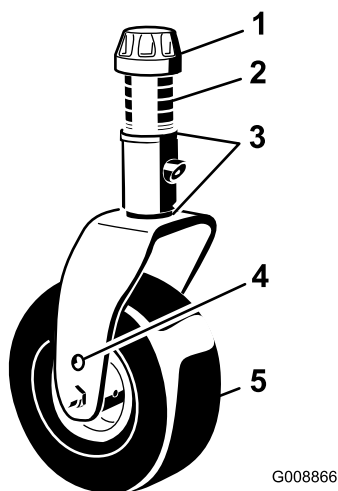
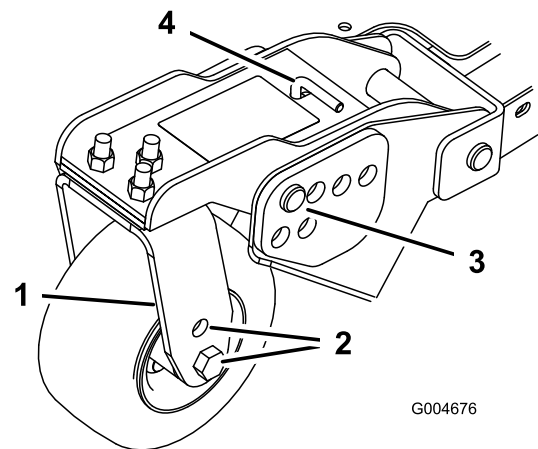

Figura 21
Figura 23
1. Posizionate gli assali delle ruote orientabili negli stessi fori di tutte le forcelle (Figura 21 e Figura 23).
2. Togliete il tappo tenditore dall'asse del fusello ed estraete il fusello dal braccio della ruota orientabile (Figura 21).
5. Togliete la coppiglia ed i perni con testa dai bracci di rotazione delle ruote orientabili (Figura 23).
6. Girate il tenditore per alzare o abbassare il braccio di rotazione finché i fori non sono allineati con i fori della staffa dell'altezza di taglio selezionati, nel telaio del piatto di taglio (Figura 23 e Figura 24).